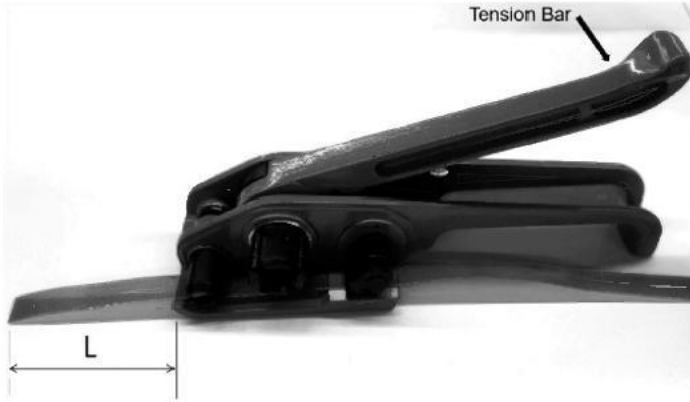

FIG.1
1. Cerclage tendeur voir FIG.1, Presse le barre de tension et sangle de charge , $L \geq 3$ pouces (8 cm).